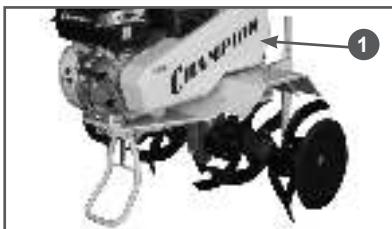

Рис. 12 Кожух защитный ремней
- Снимите кожух 1 защитный ремней (Рис. 12).